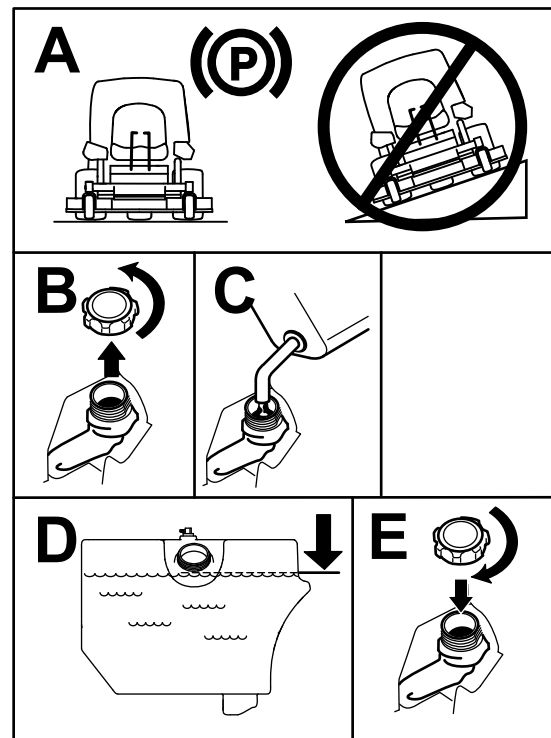

Figura 8
5. Encha o depósito de combustível até que o indicador de combustível mostre que se encontra na marca de cheio (**Figura 8**).